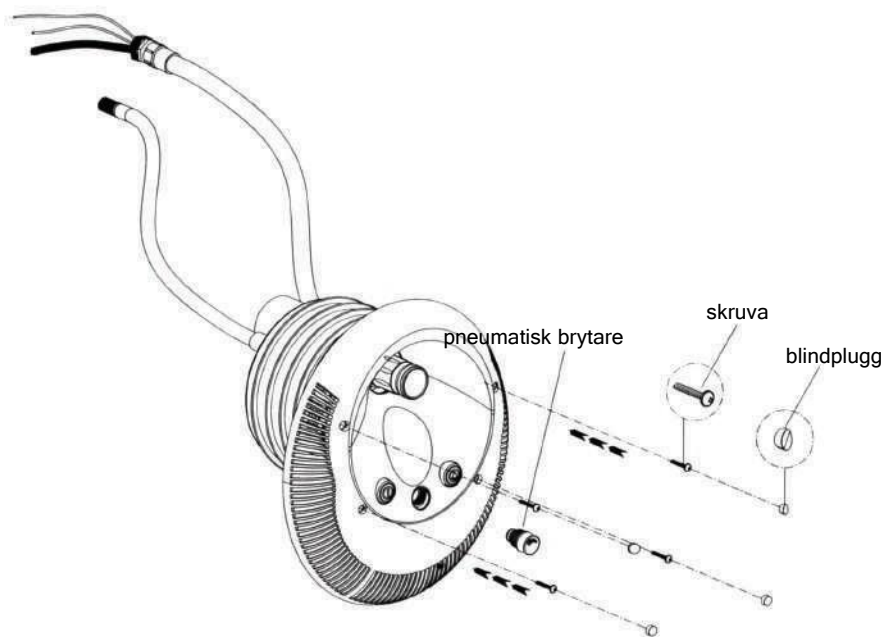

bild 12.
- 4) Montera det yttre höljet i stödramen och fäst det med 4 M5-skrudar. Täck skruvhålet med en plastkåpa (bild 12).